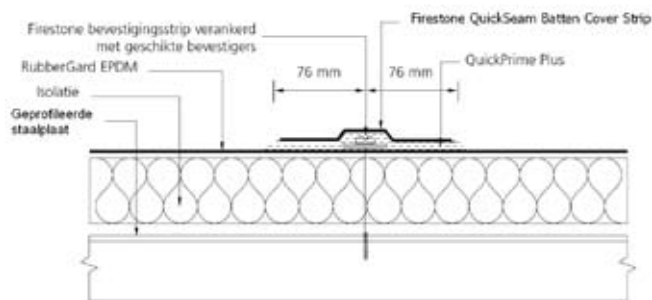

Fig. 3 : MAS Bevestigingssysteem
4.3.4.2 Bevestigingssysteem MAS (fig. 3)